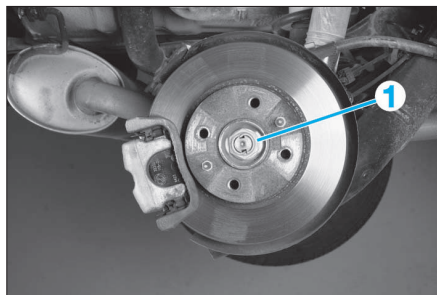

FIG. 27
- Déposer l'écrou de fixation (1) (Fig.27).